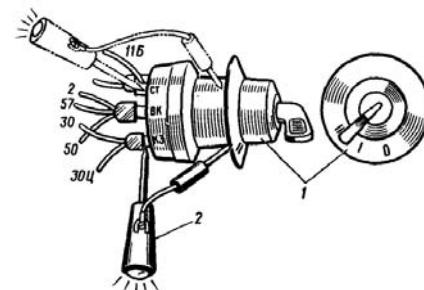

Рис. 2. Проверка выключателя приборов и стартера: 1 — выключатель приборов и стартера; 2 — контрольная лампочка
**П3 — проверка выключателя приборов и стартера.** Перед проверкой данного прибора необходимо провести подготовительные работы, обеспечивающие доступ к выводам. Для этого надо снять щиток ограждения электродвигателей системы обогрева кабины, отвернуть гайку крепления выключателя приборов и стартера и снять прибор с панели, оставив его на проводах (рис. 2). Снять провод красного цвета с вывода «АМ» и проверить контрольной лампой наличие напряжения. Если лампа горит, значит цепь до выключателя приборов и стартера исправна. Затем нужно присоединить провод красного цвета к выводу «АМ», повернуть ключ в выключателе приборов и стартера во второе положение и проверить лампочкой вывод «СТ» (провод зеленого цвета). Если лампа горит, значит выключатель приборов и стартера исправен. Эта проверка занимает около 3 с;